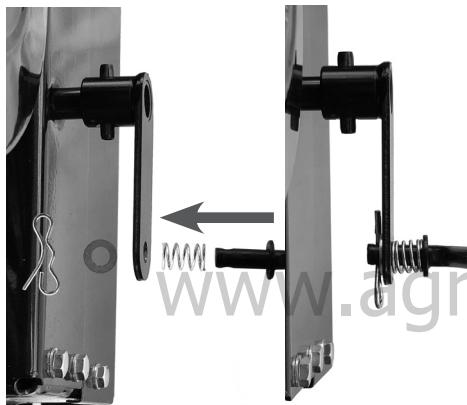

Рис. 14 Подключение тяги к нижнему рычагу
- установите нижний конец тяги в отверстие нижнего рычага механизма переключения передач (расположен на корпусе трансмиссии сзади), как показано на Рис. 14 и зафиксируйте тягу шплинтом;